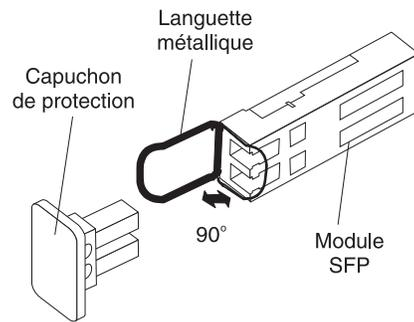

Figure 18. Déverrouillage d'un module SFP équipé d'une languette métallique
- Pour les modules SFP équipés d'une languette métallique, déverrouillez le module en déplaçant la languette d'environ 90° vers l'extérieur, comme illustré dans la figure 18.